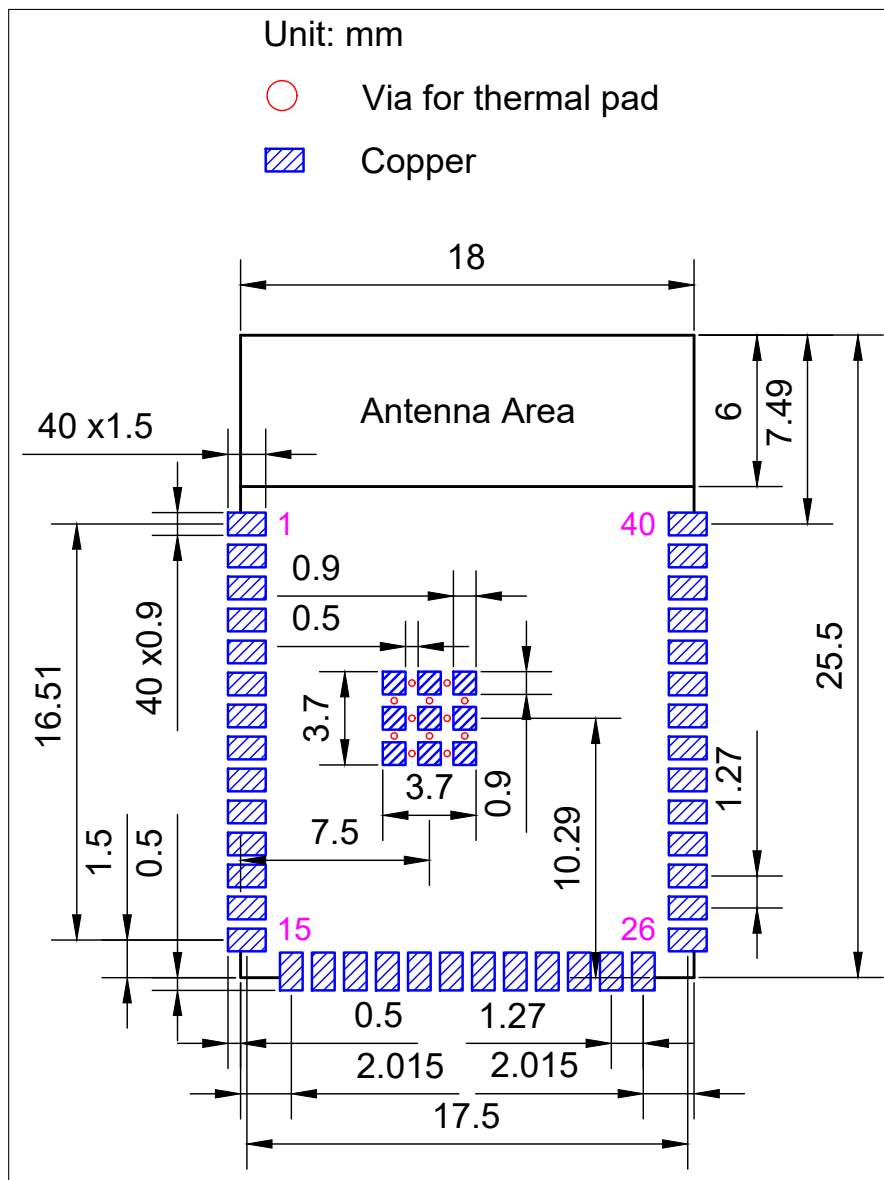
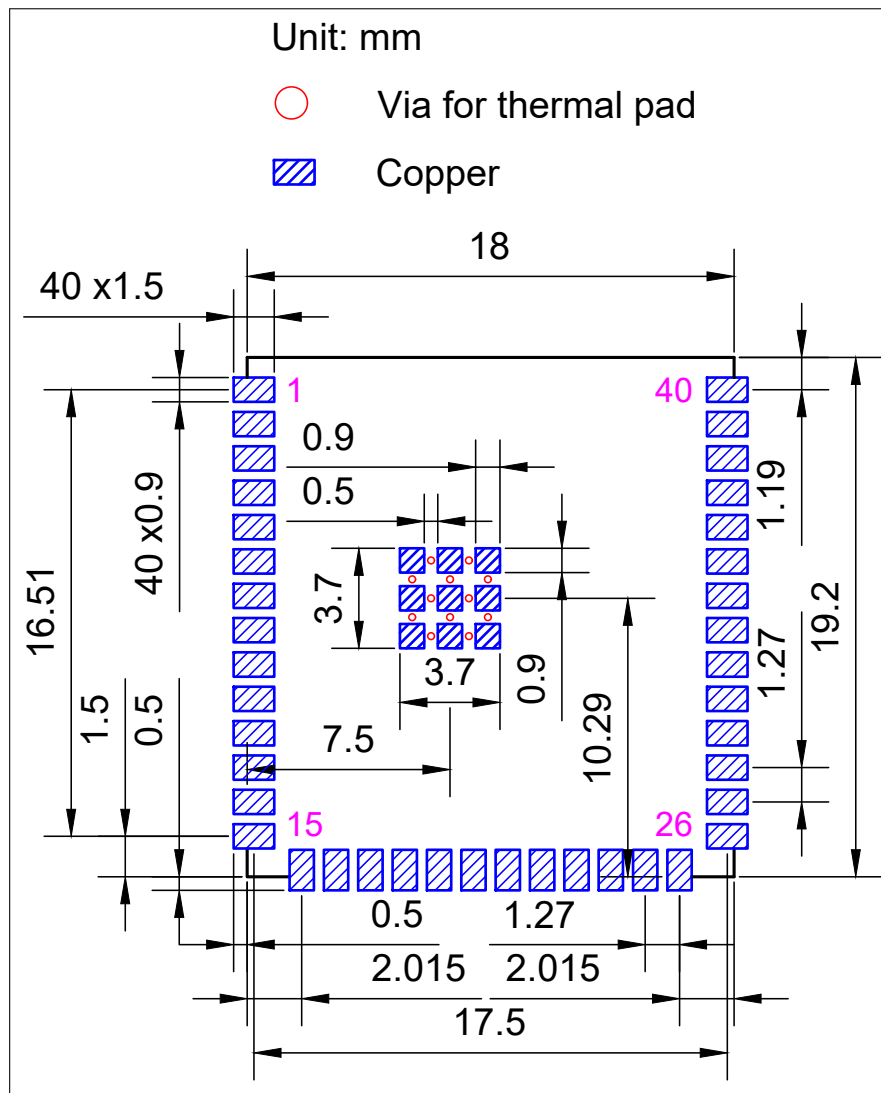

图 10: ESP32-S3-WROOM-1 推荐 PCB 封装图
图 11: ESP32-S3-WROOM-1U 推荐 PCB 封装图
- 推荐 PCB 封装图，标有 PCB 设计所需的全部尺寸。详见图 10 ESP32-S3-WROOM-1 推荐 PCB 封装图 和图 11 ESP32-S3-WROOM-1U 推荐 PCB 封装图。
- 推荐 PCB 封装图的源文件，用于测量图 10 和 11 中未标注的尺寸。您可用 Autodesk Viewer 查看 ESP32-S3-WROOM-1 和 ESP32-S3-WROOM-1U 的封装图源文件。